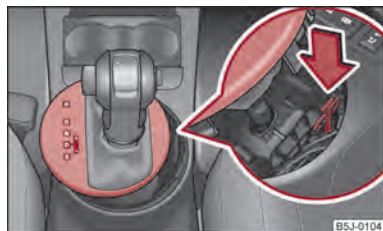

Fig. 91 Deblocarea de urgență a selectorului de viteze
- Apăsăți cu degetul elementul de culoare galbenă din material plastic, în jos ⇒ fig. 91.